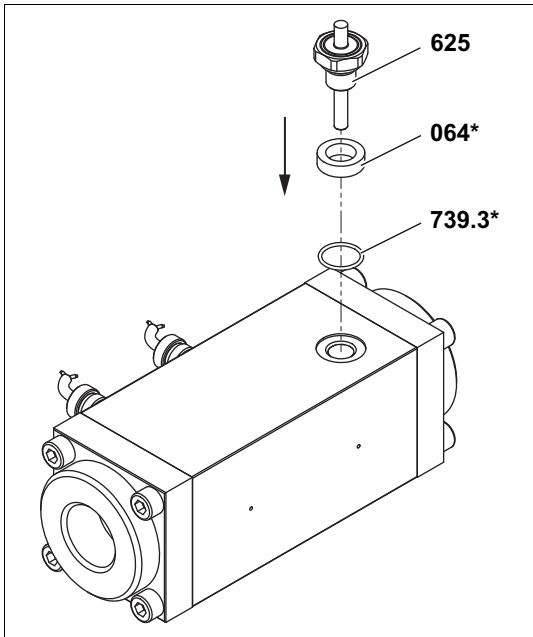

Fig. 2 Montaje del EET en OME 13 – 32
4. Si el anillo de soporte y el anillo tórico se han retirado previamente de OME: Inserte el anillo de soporte **064*** con el anillo tórico **739.3*** antes del montaje del sensor en el orificio del sensor, véase Fig. 2, página 12.